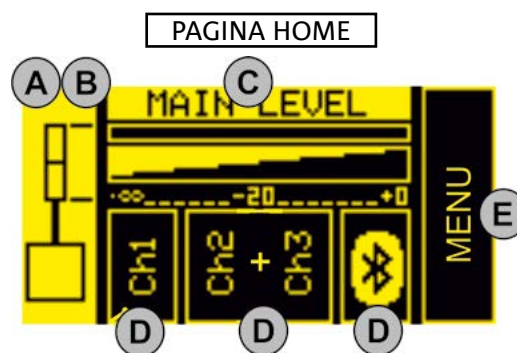

Figura 1
La pagina HOME (figura 1) permette le operazioni fondamentali:
- tramite [5] selezionare la casella a sinistra (figura 1) in modo da evidenziarla. Confermare e ruotare per selezionare la configurazione appropriata. E' possibile impostare il sistema ES1203 come:
- **DOPPIA COLONNA STEREO MASTER LEFT (ML)**
- **DOPPIA COLONNA STEREO SLAVE LEFT (SL)**
- **DOPPIA COLONNA STEREO MASTER RIGHT (MR)**
- **DOPPIA COLONNA STEREO SLAVE RIGHT (SR)**